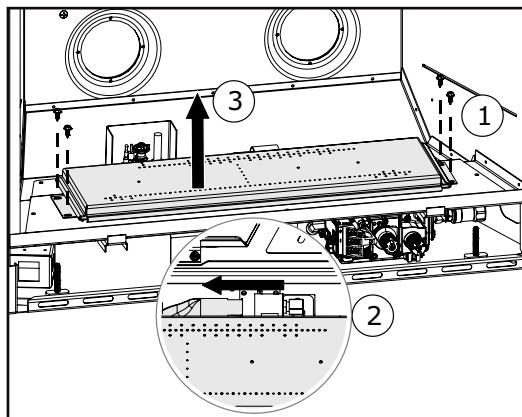

Fig. 2
- 4. Retirez les 4 vis maintenant le brûleur en place, faites glisser le brûleur vers la gauche pour retirer l'orifice (**Fig. 2**).